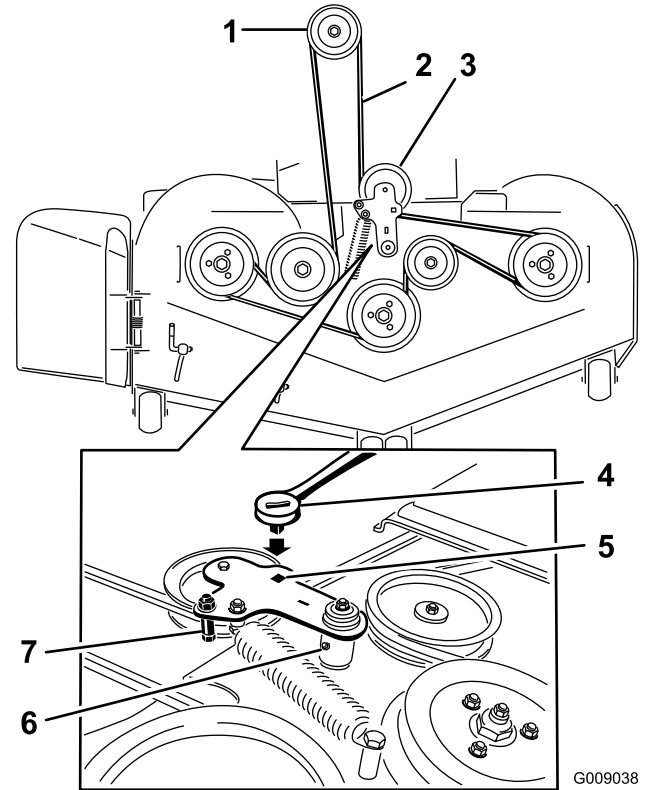

Figura 81
11. Instale a nova correia em torno das polias do cortador e da polia da embraiagem sob o motor (Figura 81).
12. Coloque a guia da correia no braço intermédio da mola mostrado na Figura 81.
13. Utilizando a lingueta no orifício quadrado, instale a mola intermédia (Figura 81).
7. Utilize uma lingueta no orifício quadrado no braço intermédio para retirar a tensão da mola intermédia (Figura 81).
9. Retire a guia da correia no braço intermédio da mola mostrado na Figura 81.